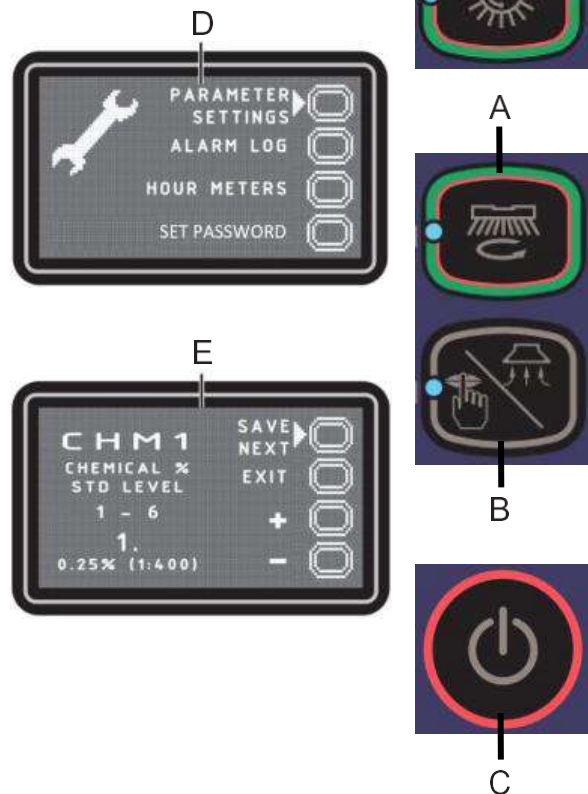

Abb. 7
Hauptbildschirm (D, Abb. 7)
Bildschirm Geräteeinstellungen (E, Abb. 7)
Drücken Sie die Taste (A), um den Pfeil zu „EXIT“ (VERLASSEN) zu bewegen und drücken Sie die Taste (B), um zum Hauptbildschirm zurückzukehren (D, Abb. 7).
Drücken Sie Taste (B), um zum Hauptbildschirm zurückzukehren (D, Fig. 7).
2. Drücken Sie Taste (B) zur Speicherung und um zum Hauptbildschirm zurückzukehren (D, Fig. 7).